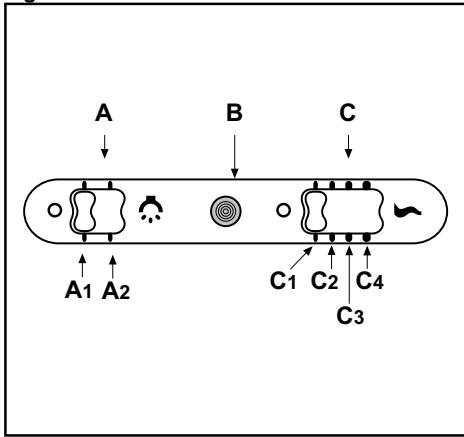

Fig.8
•**COMANDI:** (Fig.8) SLIDER la simbologia è di seguito riportata: